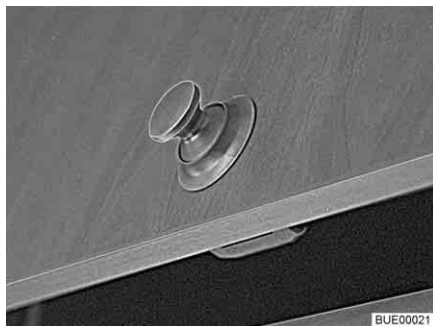
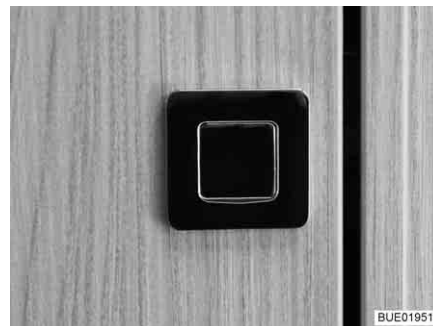

Fig. 56 Trampa de muebles con botón de presión redondo
Fig. 57 Trampa de muebles con botón de presión rectangular
- Pulsar la parte interior de la cerradura. El botón de presión (Fig. 56 o Fig. 57) salta hacia fuera.